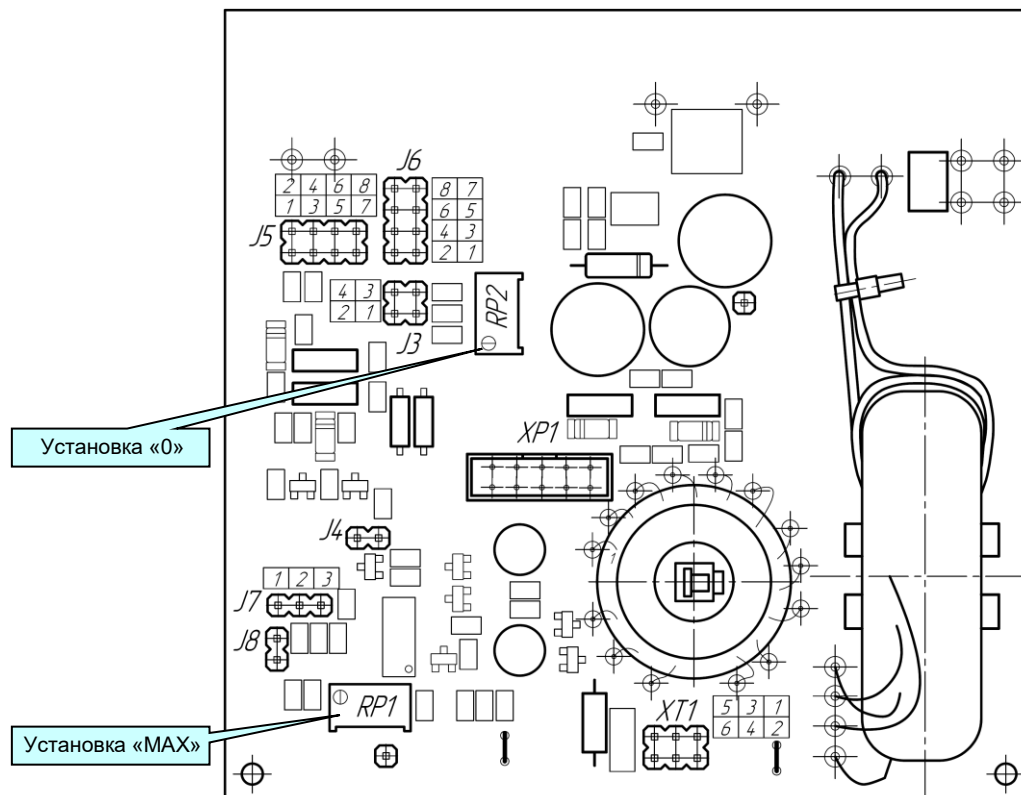

Рисунок 5.1.1 - Схема расположения органов регулирования и элементов настройки ПНС-13
5.1.6 Для переналадки блока на другие входные/выходные сигналы используйте рисунок 5.1.1 и таблицы 5.1.1 и 5.1.2.
5.1.7 Время преобразования для ПНС-13 с заводской установкой равно 6 секундам - это максимальное время, необходимое для преобразования значения входного сигнала при резком его изменении (во весь диапазон шкалы - от 0% до 100% или наоборот). Если нужно перенастроить данное время нужно изменить положение перемычек J7 и J8 (см. рисунок 5.1.1) в соответствии с таблицей 5.1.3.